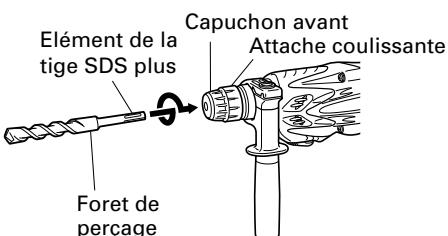
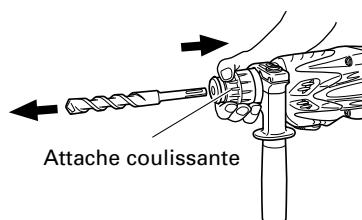

Fig. 2
Fig. 3
## 6. Montage du foret de perçage (Fig. 2)
(1) Nettoyer la section de la queue du foret.
(2) Insérer le foret en le tournant dans le porte-outil jusqu'à ce qu'il se verrouille. (Fig. 2)
(3) Vérifier que le foret est bien verrouillé en tirant dessus.
(4) Pour retirer le foret de perçage, tirer complètement l'attache coulissante dans le sens de la flèche et sortir le foret. (Fig. 3)